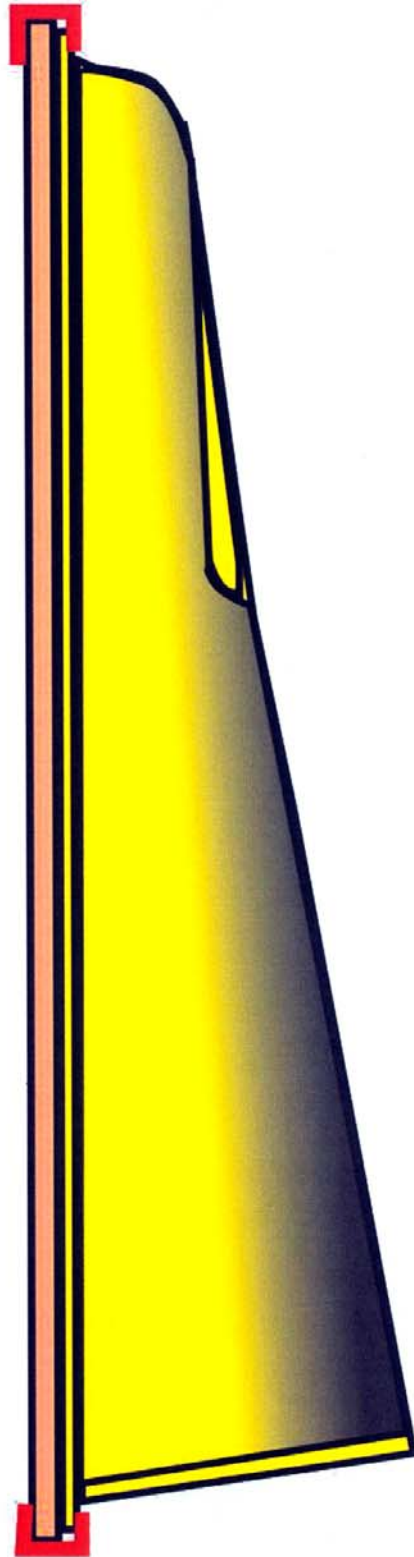

fig.4
- **fig. 4:** przedstawia rzut rękawicy w widoku z boku